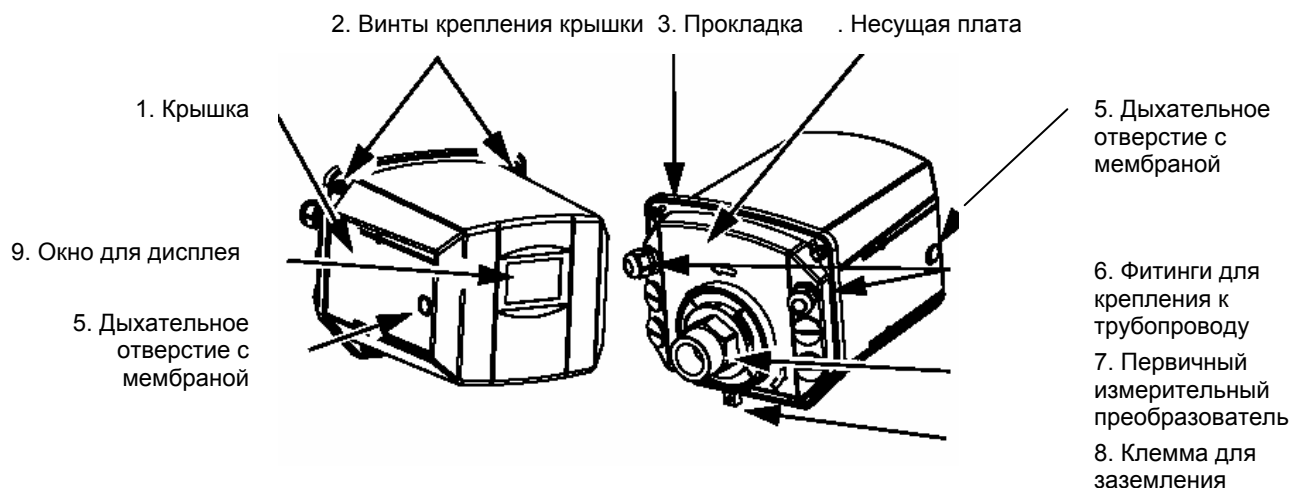

Рис. 1-2. Внешние части системы HYDRAN[®] M2
Корпус состоит из следующих частей (см. рис. 1-2 на странице 1-5):
7. Дыхательное отверстие: водонепроницаемое мембранное отверстие (см. позицию 5 на рис. 1-2, странице 1-5) позволяет кислороду проникать внутрь системы HYDRAN® M2, а это дыхательное отверстие позволяет кислороду достигать детектора газа (внутри первичного измерительного преобразователя). Детектору газа кислород требуется для обнаружения растворенных в масле газов.